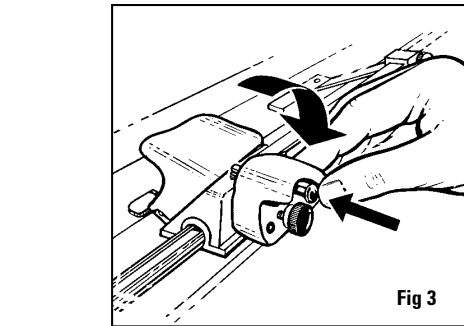

Fig 3
3. Schieben Sie den Schneidkopf bis über das obere Ende des Passepartoutkartons hinaus. Drücken Sie den Geradeschnitt-Schneidkopf soweit nach unten, dass der Feststellbolzen herauspringt und über dem Scheidkopf arretiert. Er ist nun in Schneidposition. Abb. 3
3. Deslice la cabeza de corte hasta más allá del extremo más alejado del tablero de lámina perimétrica y rote el sujetador de la cuchilla de corte recto hasta que el pasador de seguro abraque sobre la parte alta de la cabeza de corte asegurando el sujetador de cuchilla en la posición de corte. Fig. 3
3. Far scorrere la testa di taglio oltre l'estremità del cartoncino e ruotare verso il basso il portalamina per tagli dritti finché il perno di bloccaggio non scatti in cima alla testa di taglio bloccando il portalamina in posizione di taglio. Fig. 3